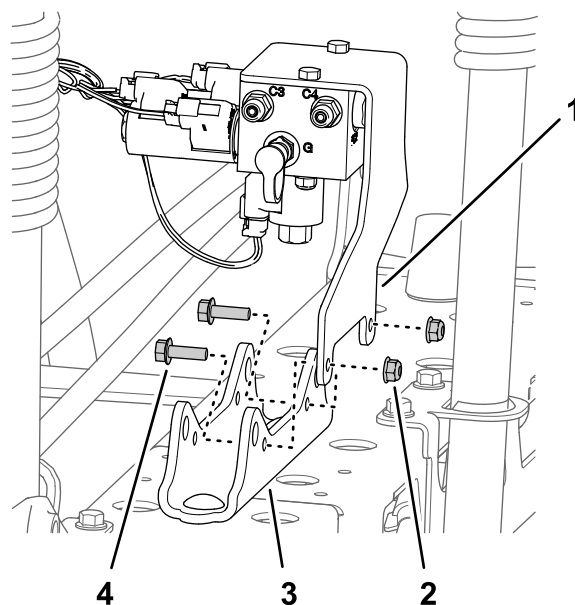

Рисунок 43
- **Для машин без дополнительного комплекта ультразвукового выравнивания стрелы:** удалите 2 фланцевые контргайки (5/16 дюйма) и 2 болта с фланцевыми головками (5/16 x 1 дюйм), которые крепят опорный кронштейн коллектора подъема секции к креплению цилиндра, и отделите коллектор и кронштейн от крепления цилиндра (**Рисунок 43**).